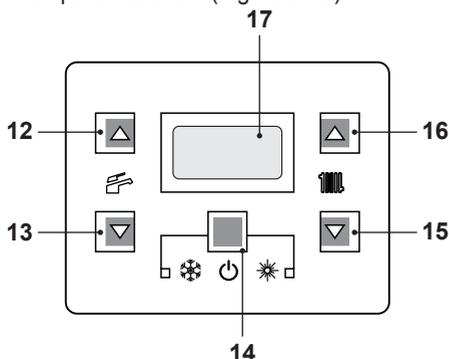
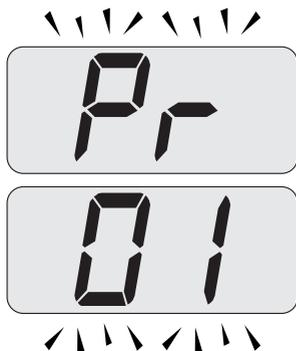
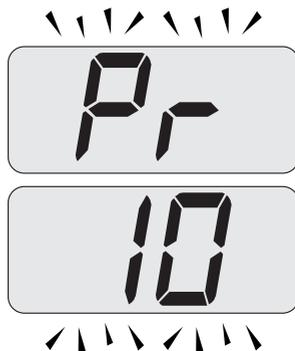

Figura 5.44
Figura 5.45
Figura 5.46
- Entrare in "modalità programmazione" premendo contemporaneamente per 10 secondi i tasti 14 - 15 - 16 (Figura 5.44) fino a far apparire sul display LCD le lettere **Pr** che si alternano con il codice **01**, indicanti l'entrata nel "parametro 01" (Figura 5.45).
o 16 fino a far apparire sul display LCD le lettere **Pr** che si alternano con il codice **10**, indicanti l'entrata nel "parametro 10" (Figura 5.46).
- Premere contemporaneamente i tasti 14 e 16 (Figura 5.44) fino a far apparire sul display LCD il valore del parametro 10 (30=180 secondi) (Figura 5.47).
- Premendo il tasto 14 (Figura 5.44) si ottiene la conferma del valore inserito.
- Premendo contemporaneamente i tasti 14 e 15 (Figura 5.44) si esce senza modificare il valore (ritorno alla lista parametri Figura 5.46)
- Premendo contemporaneamente per 10 secondi i tasti 14 - 15 - 16 (Figura 5.44) si esce dalla "modalità programmazione".